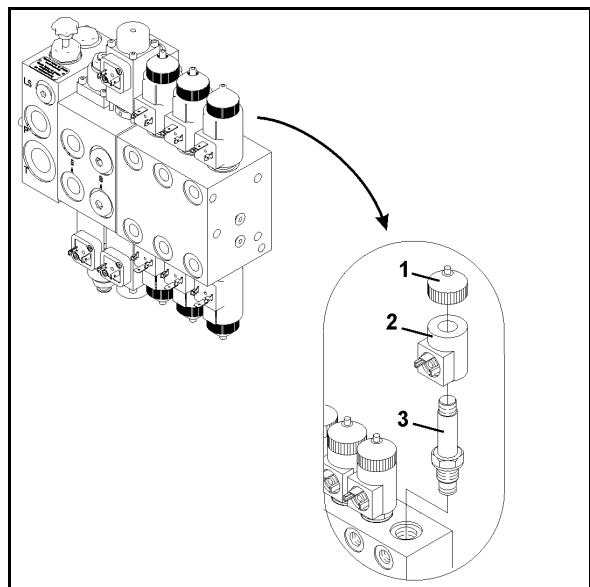

Fig. 73
1. Skruva av magnetlocket (Fig. 73/1).
2. Demontera magnetpolen (Fig. 73/2).
3. Skruva av ventilslid (Fig. 73/3) med ventilsäte, rengör dessa genom att blåsa med tryckluft eller spola med hydraulolja.